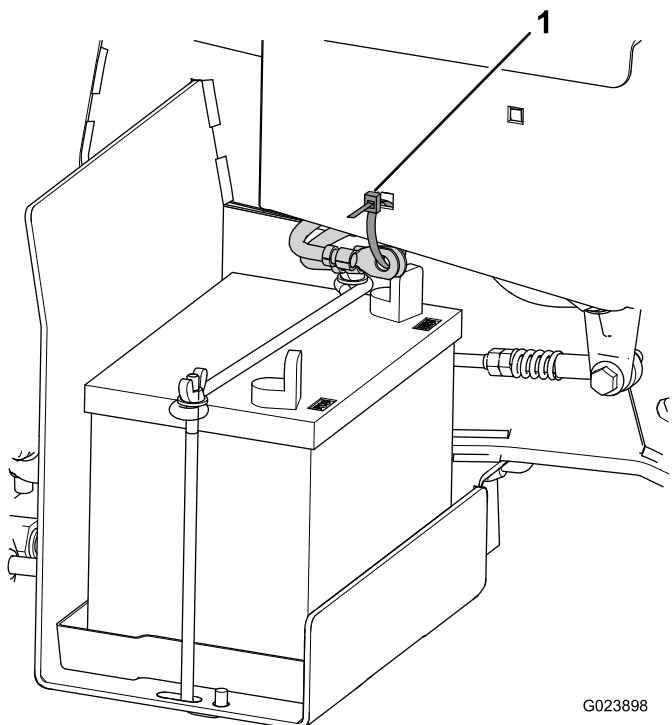

Figura 4
1. Tagliate e quindi scartate la fascetta per cavi che fissa i cavi della batteria al telaio (Figura 4).